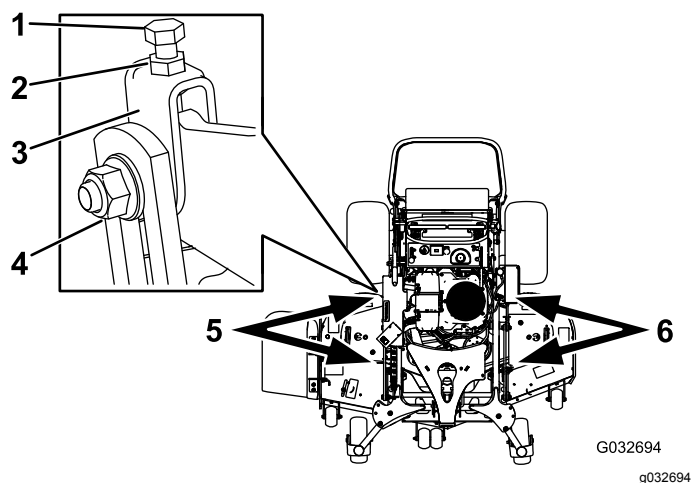

Figura 89
1. Afloje la tuerca lateral y la contratuerca de las horquillas que desea ajustar (Figura 89).
2. Gire el perno superior de las horquillas para ajustar la altura de la carcasa de corte (Figura 89).